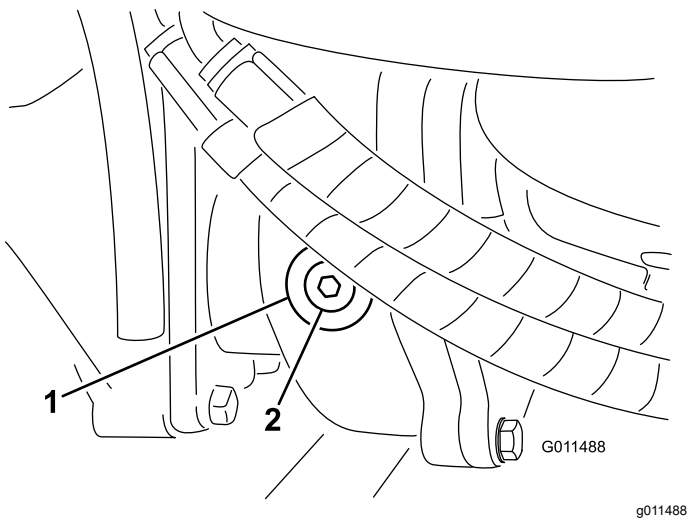

Figure 76
2. Enlevez le bouchon de contrôle/remplissage du côté gauche du boîtier d'engrenages et vérifiez que le lubrifiant atteint la base de l'orifice (Figure 76).